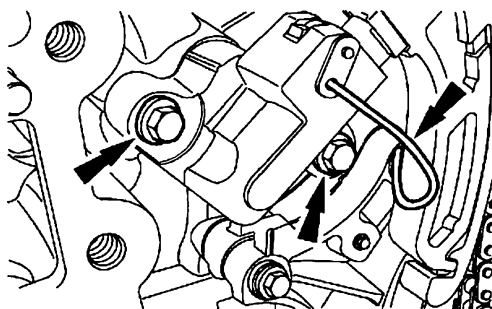

图 15-35 安装主正时链条张紧器和 2 个螺栓
- ① 逆时针转动张紧器杆。
- ② 用装有软套的台虎钳压缩张紧器柱塞。
- ③ 将张紧器杆上的小孔与张紧器壳体上的小孔对齐。
- ④ 插入限位销。
18) 安装主正时链条张紧器和 2 个螺栓，如图 15-35 所示。将螺栓紧固至 $10\text{N} \cdot \text{m}$ 。